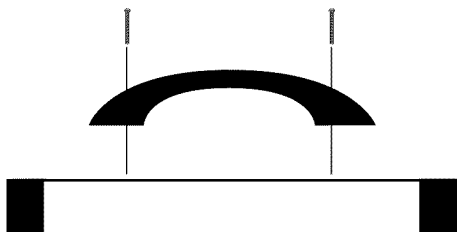

Figura 3. Instalación de la Manija
3. Ajuste firmemente ambos tornillos con un destornillador de punta plana. (Ver Figura 3)